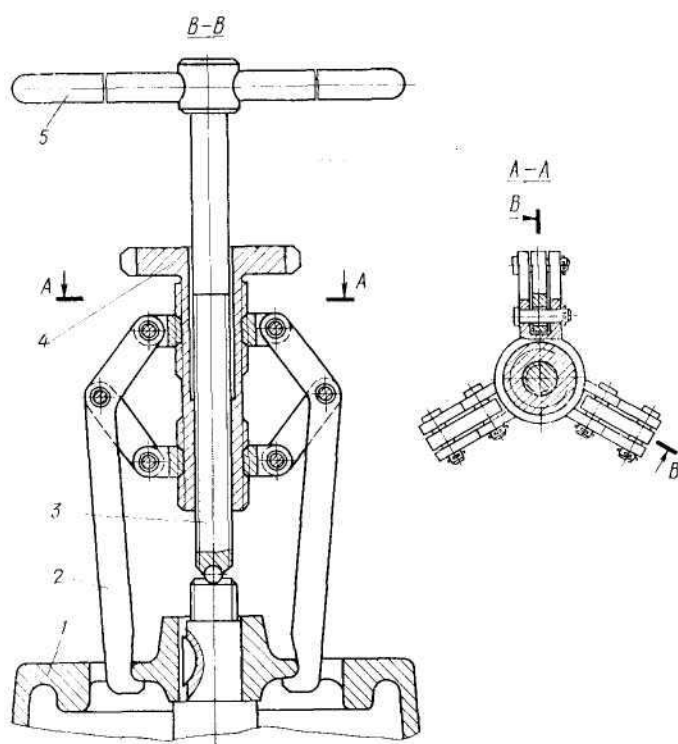

Рис. 97. Съёмник рабочего колеса вентилятора:
-отвинтите гайки 7 (рис. 29) крепления шкива и колеса вентилятора, снимите половинки шкива 3 и 4 с регулировочными шайбами 5 и с помощью съёмника (рис. 97) — ступицу шкива и колесо вентилятора;